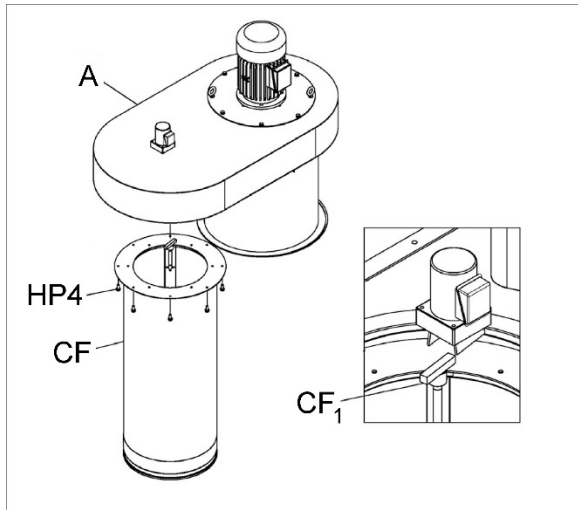

Figura 10
16. Instale el filtro del cartucho (CF, Figura 10) en la caja, alineando el remate de la varilla (CF₁) con la ranura en la plataforma del motor de reducción.